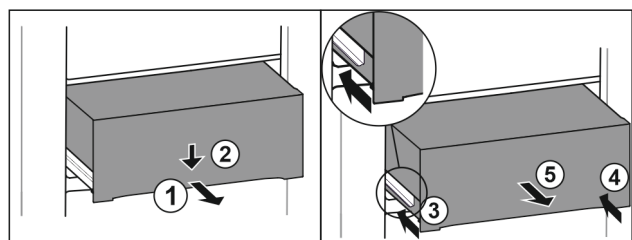

Fig. 121
- Extrageți pe jumătate sertarul. Fig. 121 (1)
- Apăsați în jos sertarul pe partea frontală. Fig. 121 (2)
- Inserați șina stângă aproximativ 2 cm. Fig. 121 (3)
- Inserați șina dreaptă aproximativ 2 cm. Fig. 121 (4)
- Extrageți sertarul spre înainte. Fig. 121 (5)